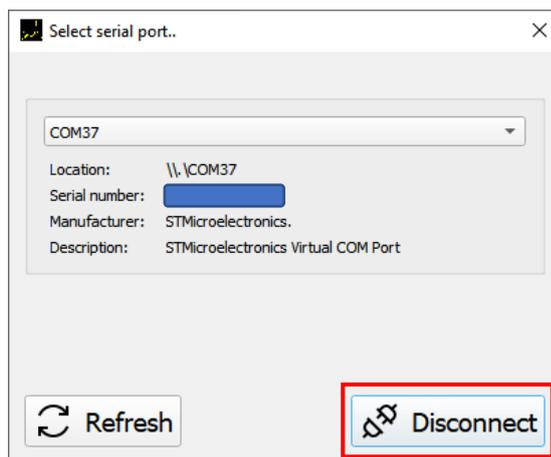

Рисунок 8.1 – Завершение работы
8.1. В меню пользовательского интерфейса завершите сеанс работы с прибором, нажав на кнопку **«Connection»**. В появившемся окне рисунок 8.1 нажмите на кнопку **«Disconnect»**. При этом индикаторы активности портов перестанут мигать, останется светиться только индикатор **«STATUS»**, прибор перейдет в режим ожидания.